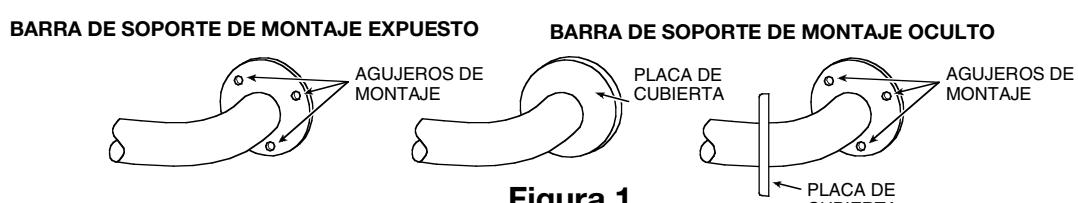

Figura 1
1. Saque la barra de soporte y las piezas del paquete. Si se usa la barra de soporte de montaje oculto, quite las placas de cubierta de los agujeros de montaje (vea la Figura 1).
7. Si usa la barra de soporte de montaje oculto, mueva las placas de cubierta sobre los agujeros de montaje y presione firmemente contra la pared (vea la Figura 1 en la página 5).